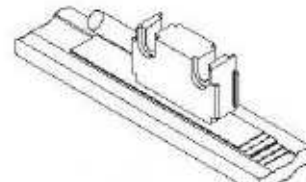

Fig.6-4:
- Fig.6-4: debe ser tan profundo que la cinta magnética pueda ser encajada completamente en ella.